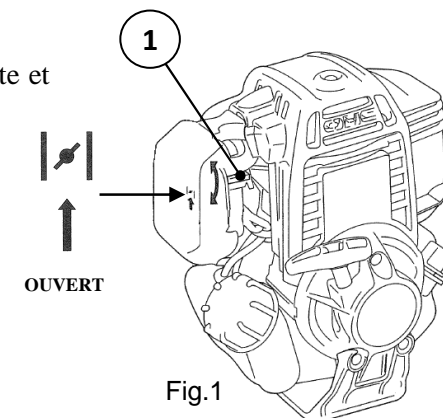
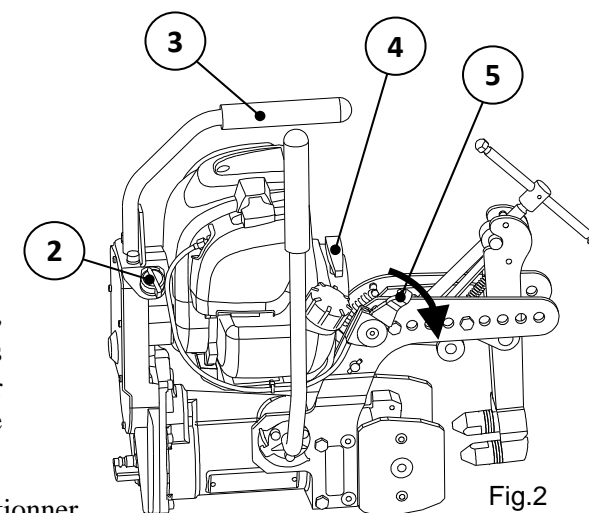

Fig.1
Fig.2
**②** Amener le levier d'accélération Rep.⑤ en position "accélérée" (vers l'avant jusqu'en butée maximum).
**③** Ajuster le levier du volet de starter Rep.① (voir Fig.1) à la température ambiante et à la température du moteur :
**④** Afin de faciliter le lancement du moteur, se tenir dans une position stable, différentes positions sont possibles : debout, penché en avant ou à genoux. Saisir la poignée de portage Rep.③ de la main gauche. Avec la main droite, tirer lentement la poignée de lancement Rep.④ verticalement vers le haut, jusqu'à sentir la compression, puis tirer d'un coup sec. Ne pas sortir le câble sur toute sa longueur. Ne pas lâcher la poignée et la laisser revenir brutalement en arrière, mais la ramener à la main dans le sens opposé à la traction pour que le câble s'embobine correctement. N'enrouler jamais le câble de lancement autour de la main.
**⑤** Après le premier coup d'allumage, placer le levier du volet de starter Rep.① sur **↑** (voir Fig.1) et continuer d'actionner le lanceur jusqu'à ce qu'il démarre. Dès que le moteur tourne, ramener légèrement le levier d'accélération Rep.⑤ en arrière pour faire chauffer le moteur.
**⑥** Amener le levier d'accélération Rep.⑤ sur la position "ralentie" (vers l'arrière) et laisser tourner la machine au ralenti pendant 30 secondes avant utilisation.
Une fois le foret Rep.② correspondant au diamètre du trou à percer, monté sur la broche, positionner le bout du foret à une distance d'environ 5 mm des formes de serrage Rep.① (voir Fig.1) puis indexer le levier Rep.④ en position haute (voir Fig.3) (Se reporter au §3.2 « Indexation du levier d'avance de broche »). Ainsi l'opération de perçage du rail se fera en une seule passe (voir Fig.2).
❶ **La phase de début de perçage** >> pendant cette phase, l'avance du foret dans le rail doit être lente et la plus constante possible.
❷ **La phase de travail** >> pendant cette phase, il est important de doser correctement la vitesse d'avance de l'outil.